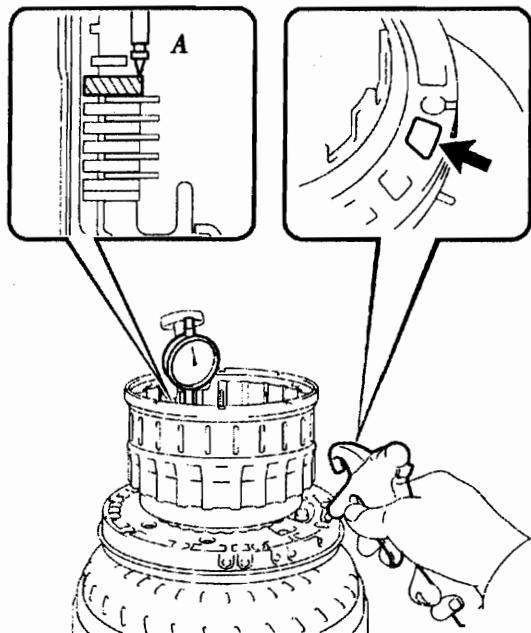

图 12-1-150
(6) 检查直接挡离合器装配间隙。如图 12-1-150 所示, 在离合器两端用百分表沿直径方向测量离合器法兰的移动距离 (A), 同时用压缩空气吹油孔, 并计算均值。装配间隙为 0.5~0.8mm。注意: 在测量移动距离时, 安装可选法兰。法兰的移动距离 (A) = 0.26 (mm) - 1.44 (mm), 装配间隙 = 法兰的移动距离 (A) - 0.05